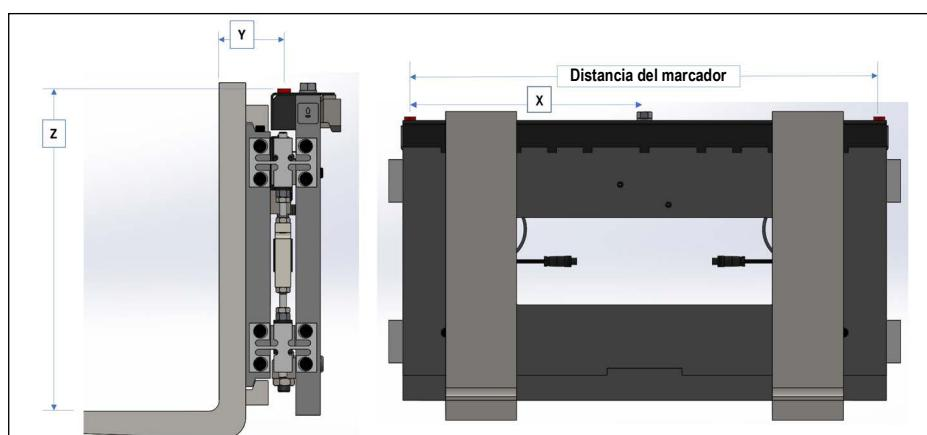

Figura 3-34. Diagrama de medidas del carro
**NOTA:** La **Figura 3-34** identifica las medidas definidas en la base de datos de carretillas elevadoras una vez instalado un soporte. Los valores que figuran a continuación se introducen en la base de datos de carretillas elevadoras en mm.